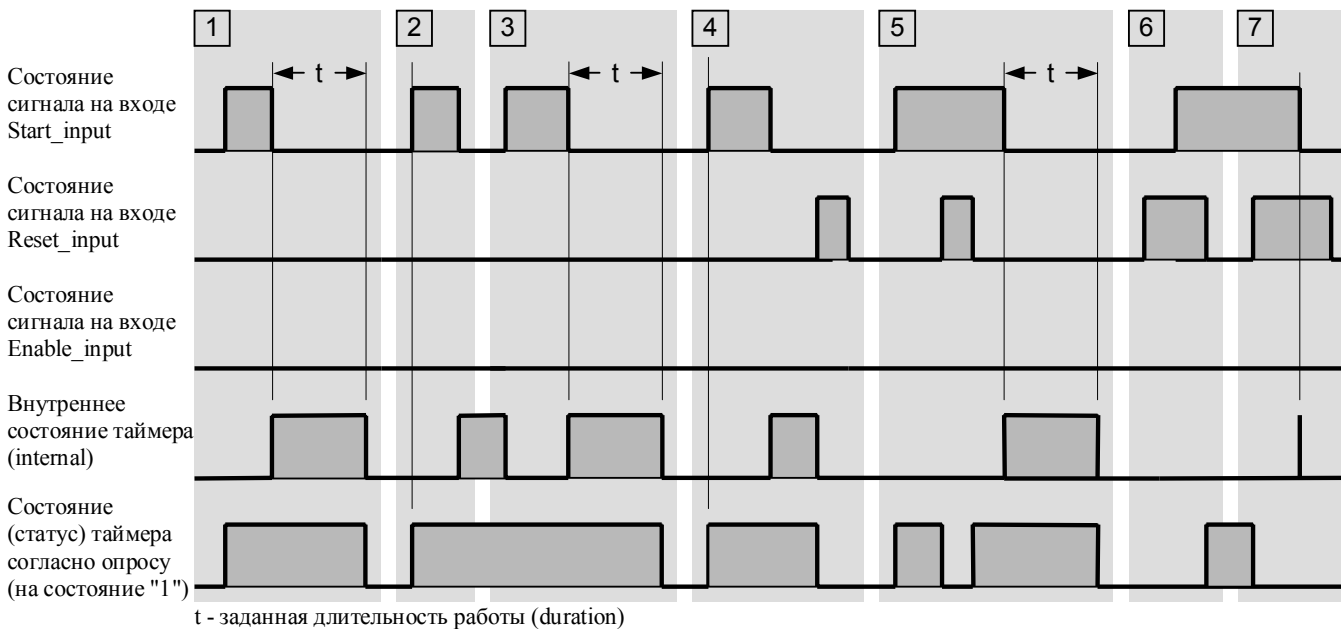

Рис. 7.11 Отклик таймера с задержкой выключения (Off-delay timer) на сигналы запуска и сброса
Показанное на рис. 7.11 поведение таймера будет соответствовать действительности, если Вы будете придерживаться рекомендованной выше последовательности операторов для STL (сначала запуск, затем сброс, затем опрос таймера). Обычно операция разблокирования (Enabling a timer) не требуется для работы таймера в программе STL, и для программы на SCL она также не является необходимой.
Операция сброса таймера с задержкой выключения (Resetting an off-delay timer) имеет статический эффект и имеет приоритет перед запуском таймера (см. рис. 7.11).
- Если сигнал на входе Start_input изменяет свое состояние с "1" на "0" (отрицательный фронт сигнала), в то время, как на входе Reset_input присутствует состояние "1", то таймер запускается, но последующая инструкция сброса немедленно его сбрасывает (на рис. 7.11 это показано жирной вертикальной чертой). Если проверки (опросы) таймера на состояние "1" (timer status) следуют по времени после сброса таймера, то короткое время работы таймера после его запуска не скажется на результатах проверки - результат проверки будет равен "0".